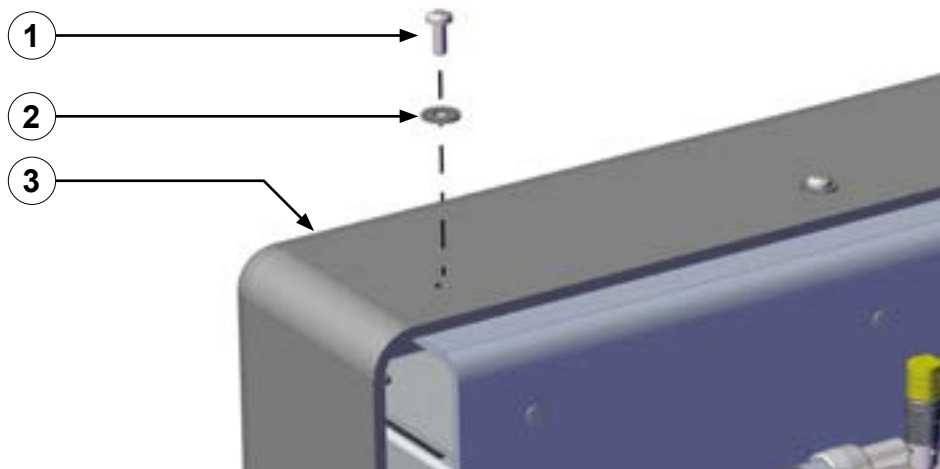

Figure 37
1. La flèche sur la soupape anti-retour indique la direction du débit du concentré (**Figure 37**).